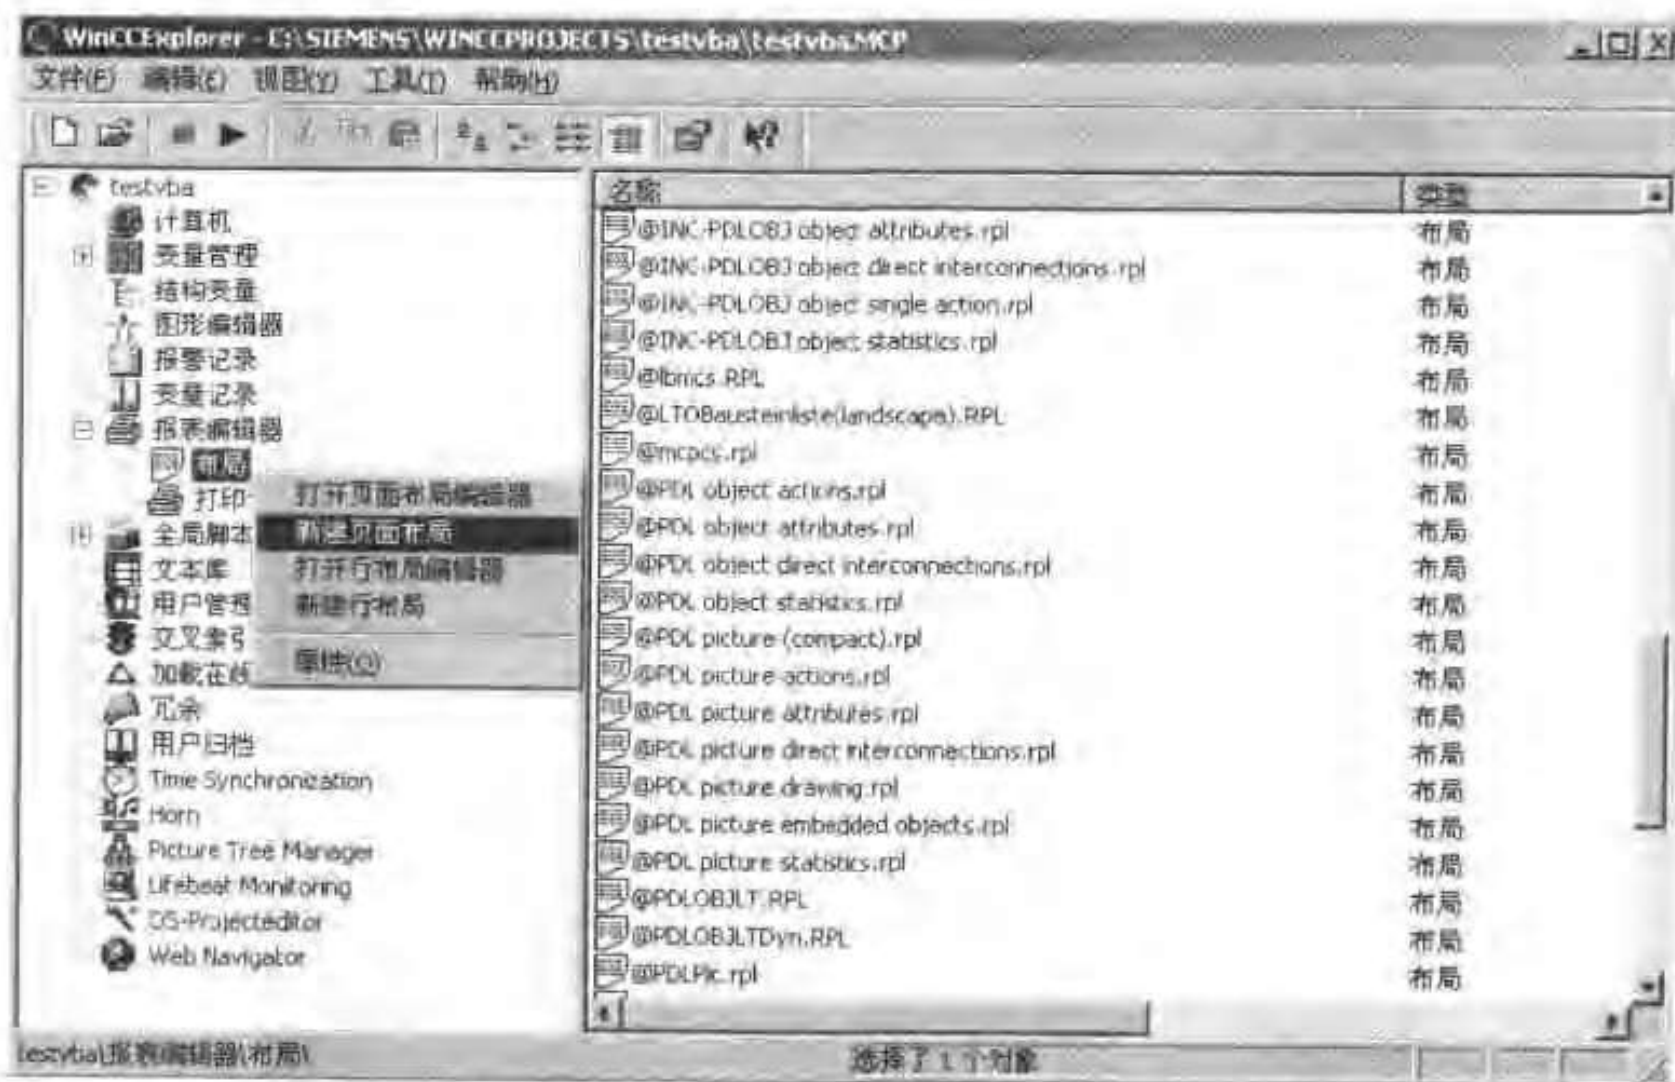

图 9-4 新建页面布局
- 在快捷菜单中选择“新建页面布局”菜单项,如图 9-4 所示。